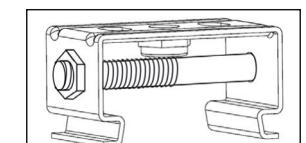

Рис. 1
**Внимание!** Для надежной фиксации осветительного прибора необходимо использовать стягивающие болты, входящие в комплект поставки. Болты необходимо установить в боковые отверстия на скобах и затянуть гайкой (рис. 1).